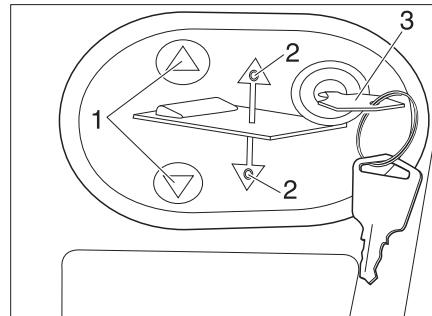

Fig. 170 Panel de mando de la cama elevada eléctrica
- Introducir la llave (Fig. 170, 3) en el panel de mando (Fig. 170, 2).
- Pulsar y mantener pulsada la tecla ∇ o Δ (Fig. 170, 1). El LED correspondiente (Fig. 170, 2) se enciende y la cama elevada se baja o se levanta.
- Cuando se alcanza la posición deseada, soltar la tecla ∇ o Δ (Fig. 170, 1). El LED correspondiente (Fig. 170, 2) se apaga.
- Extraer la llave (Fig. 170, 3).